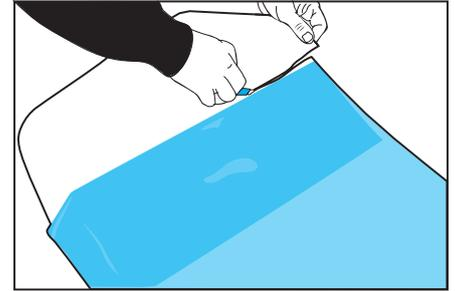

Abbildung 01
- › Etwa 10 cm vom Abdeckpapier entfernen. (Abb. 01).